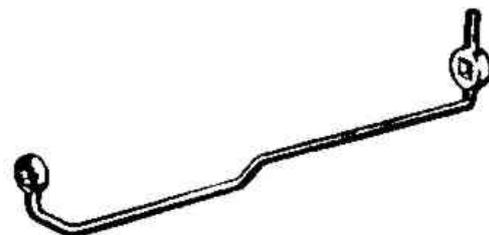

Рис.4.23. Специальный ключ для зажимного болта распределителя (Разд.16)
18. Снятие распределителя в основном производится в том же порядке, что и обычного распределителя (см. раздел 6). Снятие распределителя можно облегчить использованием специального изогнутого ключа (Рис.4.23), так как зажимной болт распределителя (см. фото) труднодоступен, однако не обязательно иметь именно такой инструмент. Короткий кольцевой ключ или торцевая головка на 9 мм с гибкой рукояткой тоже годятся.